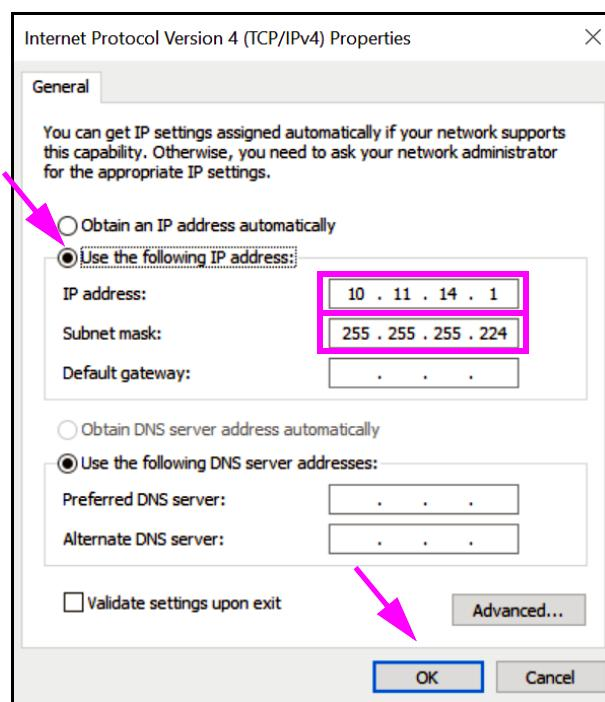

Figura 2-49. Schermata Internet Protocol Version 4 (TCP/IPv4) Properties [Proprietà protocollo Internet versione 4 (TCP/IPv4)]
9. In questa schermata, selezionare **Use the following IP address:** (**Utilizza il seguente indirizzo IP:**). Vedere la Figura 2-49.